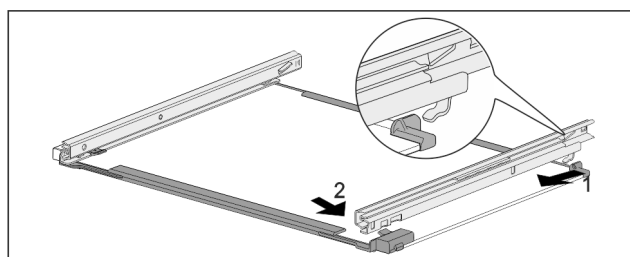

Fig. 151 Lasihylly kiskoilla
- Aseta kisko paikalleen takaa. Fig. 151 (1)
► Aseta kisko paikalleen edestä. Fig. 151 (2)